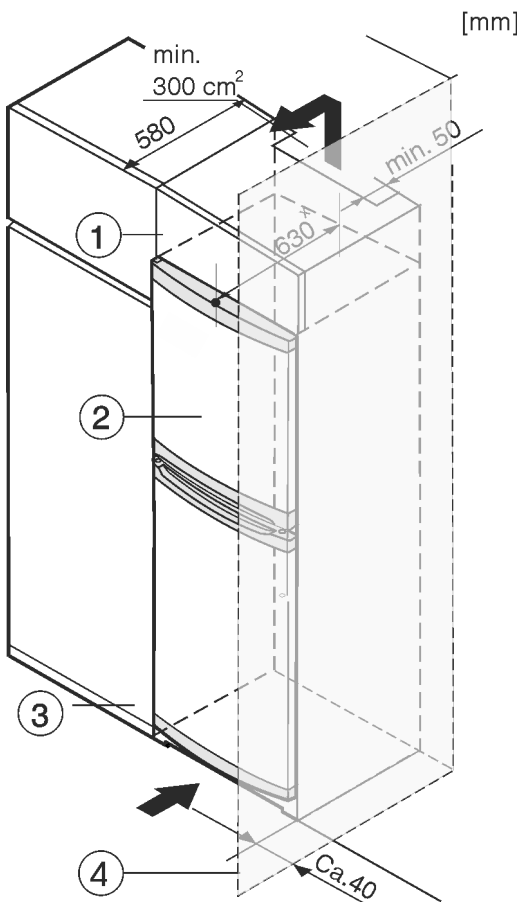

Fig. 8
Перед встановленням пристрою можна змінити його конструкцію відповідно до кухонної шафи. Щоб привести висоту пристрою Fig. 8 (2) у відповідність із розмірами кухонної ніші, можна встановити на нього спеціальну шафу Fig. 8 (1).
У разі переобладнання кухонними шафами (глибина щонайбільше 580 мм) пристрій можна встановити безпосередньо поруч із кухонною шафою Fig. 8 (3). Пристрій виступає за передню частину кухонної шафи на 34 мм × з боків і на 50 мм × посередині.
Якщо пристрій із шарнірами встановлюється поруч зі стіною Fig. 8 (4), відстань між пристроєм і стіною має становити щонайменше 40 мм. Це відповідає необхідній відстані для ручки після відкриття дверцят.